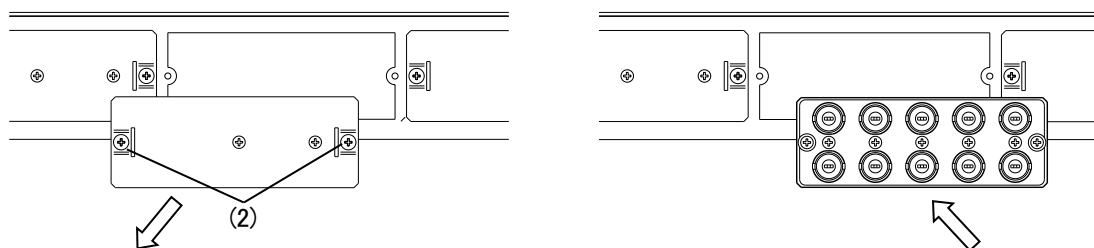

図 4-2 コネクタモジュールの取り付け
- (2) 電源ユニットの電源スイッチを OFF にします。安全のため AC ケーブルを抜きます。
- (3) コネクタモジュールを取り付けます。
コネクタモジュールを取り付けるスロットの図 4-2 (2)のネジを外し、ブランクカバーを取り外します。